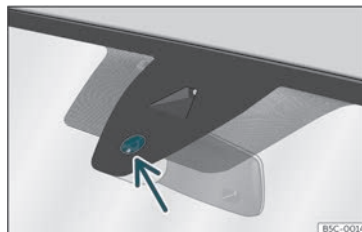

Fig. 92 Superficie sensibile del sensore pioggia.
Di seguito sono riportate alcune delle possibili cause di anomalia e di interpretazione scorretta *nella zona della superficie sensibile* >>> **fig. 92** del sensore pioggia:
- Pulire regolarmente la superficie sensibile del sensore pioggia >>> **fig. 92** (freccia) e verificare la presenza di eventuali danni sulle spazzole.